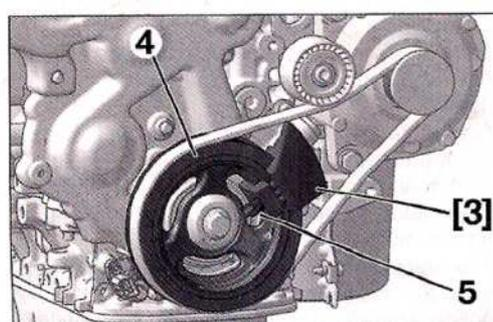

FIG. 18
- Colocar el útil [3] en la polea del cigüeñal (4) centrándolo en la ventana de fundición (Fig.18).
- Apretar la tuerca de orejas (5) (Fig.18).